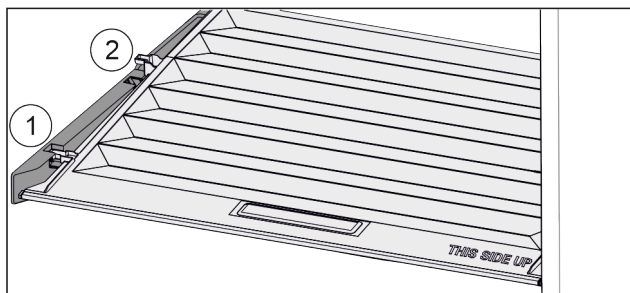

Fig. 43
- ▶ Vytáhněte víko dopředu až k otvoru v přídržných dílech Fig. 43 (1).
- ▶ Vzadu zespuďte nadzvedněte a vyjměte směrem nahoru Fig. 43 (2).